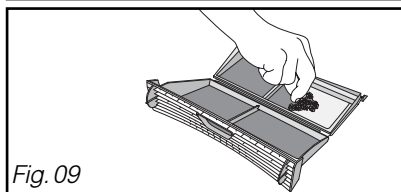

Fig. 09
- Límpielo quitando la pequeña capa de pelusa que lo recubre (Fig. 09)